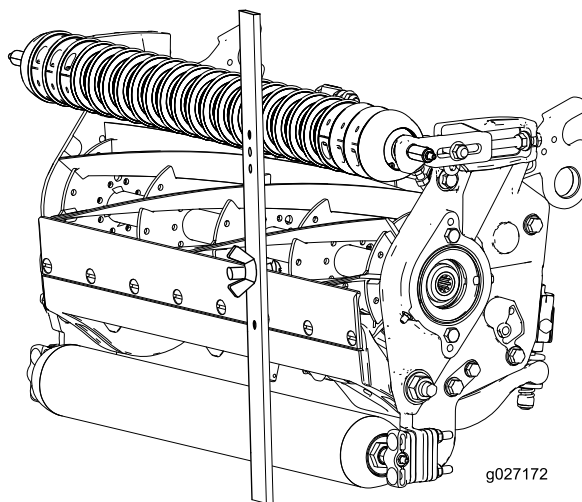

Figura 16
4. Prindeți capul urubului de marginea de tăiere a contracuitului și sprijiniți capătul posterior al barei pe rola posterioară (Figura 16).
5. Rotiți urubul de reglare până când partea frontală a rolei intră în contact cu bara de distanțare (Figura 16).